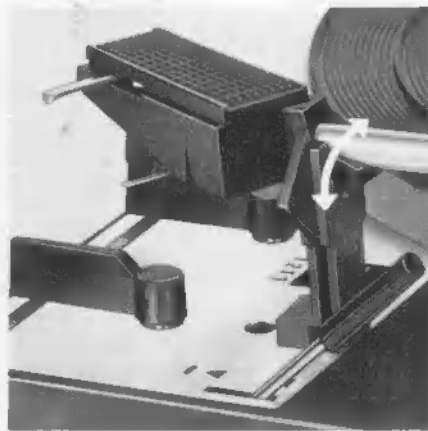

Fig. 7
Dann wählen Sie die erforderliche Plattenteller-Drehzahl ②, stellen die Drehtaste ⑬ auf den Schallplatten-Durchmesser (17, 25 oder 30 cm, bzw. 7, 10 oder 12") ein und entriegeln den Tonarm (Fig. 7). Nun ist das Gerät betriebsbereit. Die erschütterungsfrei bedienbare Steuertaste ⑭ leitet die Funktionen beim automatischen Einzelspiel und Wechslerbetrieb ein.
**Bemerkung:** Nach dem Spielen der Schallplatte oder der letzten Platte eines Stapels kehrt der Tonarm automatisch auf seine Stütze zurück. Das Gerät schaltet sich aus. Es empfiehlt sich, nach Beendigung des Spieles den Tonarm zu verriegeln (Fig. 7).